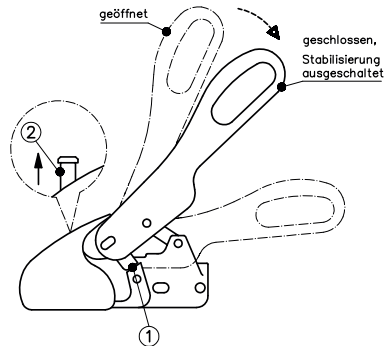

Bild 4:
Zum Rangieren des Anhängers nehmen Sie bitte die am Anhänger angebrachten Haltegriffe anstatt den Bedienungshebel der WS 3000/WS 3500. Die geöffnete Zugkugelpkupplung wird auf die Kupplungskugel des Zugfahrzeuges gesetzt. (Bild 4) Durch die Stützlast und eine evtl. zusätzliche Belastung der Deichsel schließt die Zugkugelpkupplung automatisch, und die seitlichen Sicherungslaschen (1) stehen parallel gegenüber der Sicherungsflächen am Gehäuse. (Bild 4) Befindet sich die Kupplungskugel im Kupplungsgehäuse, ist der grüne Stift der Kontrollanzeige (2) sichtbar. (Bild 4)
Bei längerem Nichtgebrauch sollte der Anhänger mit geschlossener Zugkugelkupplung abgestellt werden, hierzu den geöffneten Bedienungshebel (Bild 4) anheben, gleichzeitig die Kugelpanne (bewegliches Element - Bild 9) nach vorne ziehen oder den SAFETY BALL in den Kugelraum drücken und den Bedienungshebel langsam schließen.